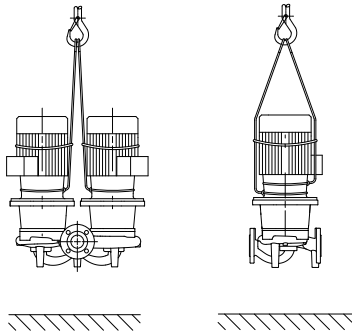

Рис. 7: Упоры насоса
- Транспортировочные петли на двигателе служат при этом только в качестве направляющих при захвате груза (рис. 7).